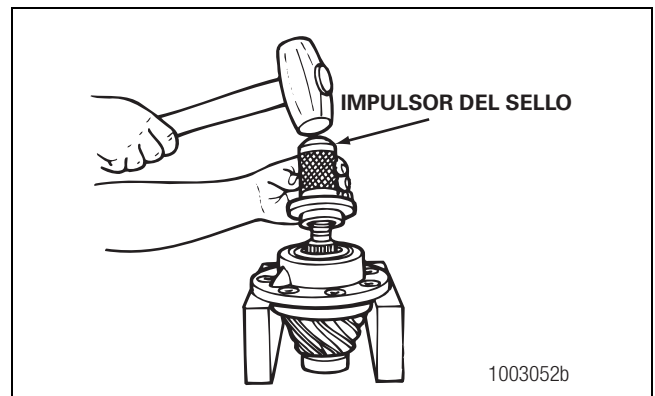

Figura 5.29
- **Si no se dispone de una prensa:** Use un mazo y un buje o impulsor para instalar el sello. Figura 5.29.